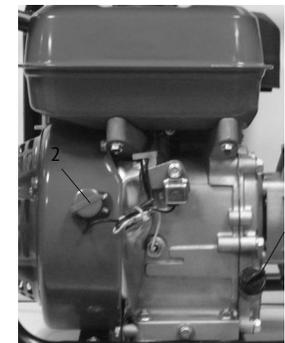

рис. 7
- Выкрутите щуп из маслозаливной горловины (рис. 7 поз.1) и залейте в картер масло соответствующего типа до нижнего края горловины. Для удобства эксплуатации маслозаливная горловина расположена с обеих сторон двигателя. Вставьте сухой чистый щуп в гор-
- Переведите выключатель (рис.7 поз.2) в положение «ON».
- Переведите выключатель (рис.7 поз.2) в положение «OFF».